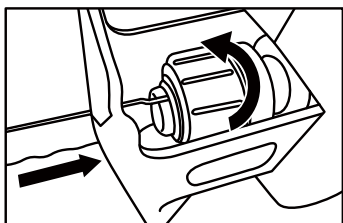

Рис.1
3. Потяните полотно и убедитесь что оно надёжно закреплено. (Рис. 1)